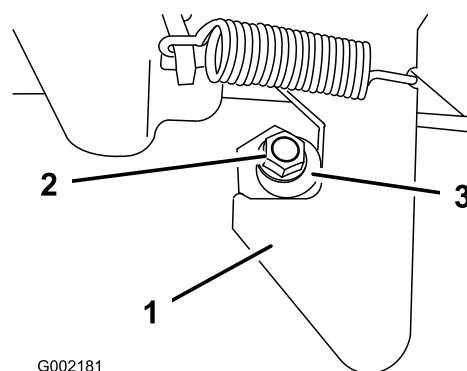

Figura 56
- Afloje la contratuerca del extremo del tope del enganche (Figura 56).
- Gire el tope del enganche en sentido horario hasta que quede apretado contra el enganche (Figura 56).